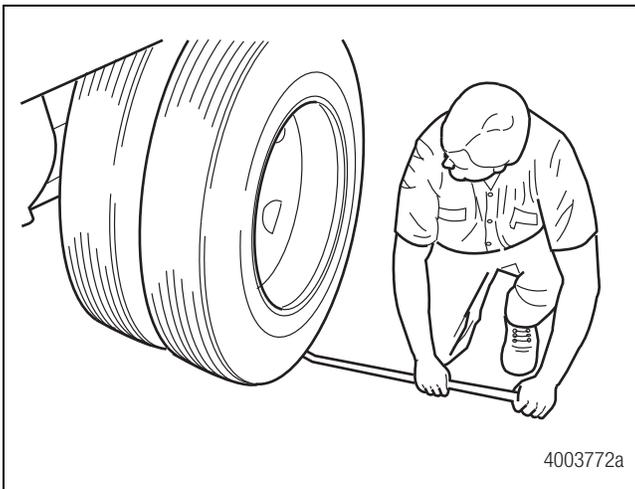

Figura 2.5
4. Si los neumáticos están instalados, inserte una barra separadora debajo de los neumáticos. Levante la barra separadora y examine el movimiento del extremo de rueda. Figura 2.5.